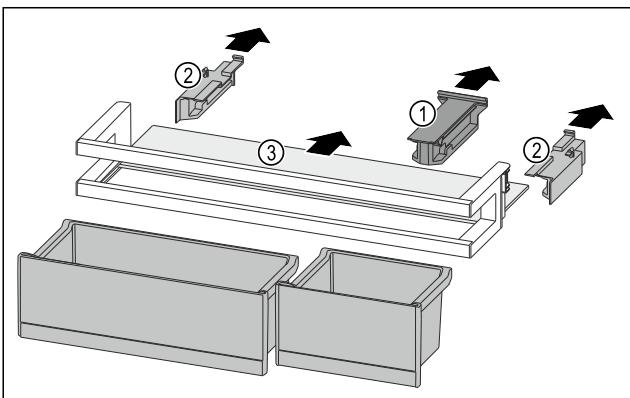

Fig. 96
- ▶ 拉出定位件 Fig. 96 (1)。
- ▶ 拉出侧面部分 Fig. 96 (2)。
- ▶ 取出搁板 Fig. 96 (3)。